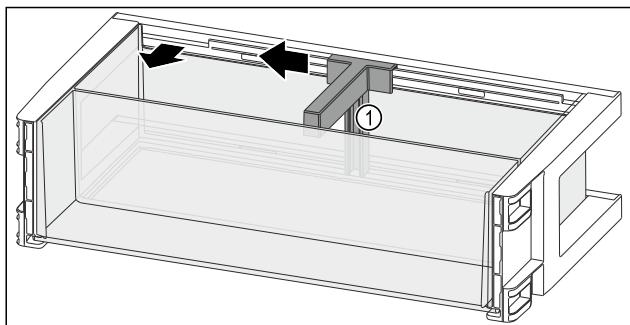

Fig. 140
- Flaschenhalter Fig. 140 (1) bis zur Aussparung zur Seite schieben.
- Flaschenhalter Fig. 140 (1) entnehmen.